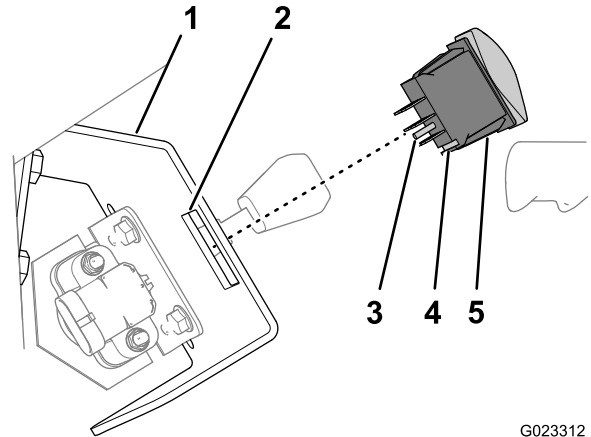

Figura 20
1. Alinee el interruptor de modo con el soporte del acelerador de mano con el pasador de alineación de los conectores y el canal del cuerpo del interruptor hacia abajo (Figura 20).
2. Introduzca con un chasquido el interruptor en la abertura rectangular del soporte del acelerador de mano (Figura 20).